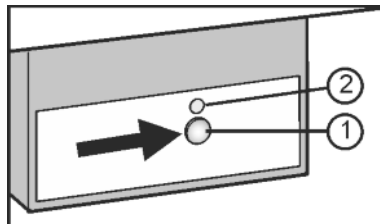

Fig. 19
- Appuyer sur la touche On/Off Fig. 19 (1) afin que la DEL Fig. 19 (2) s'allume.